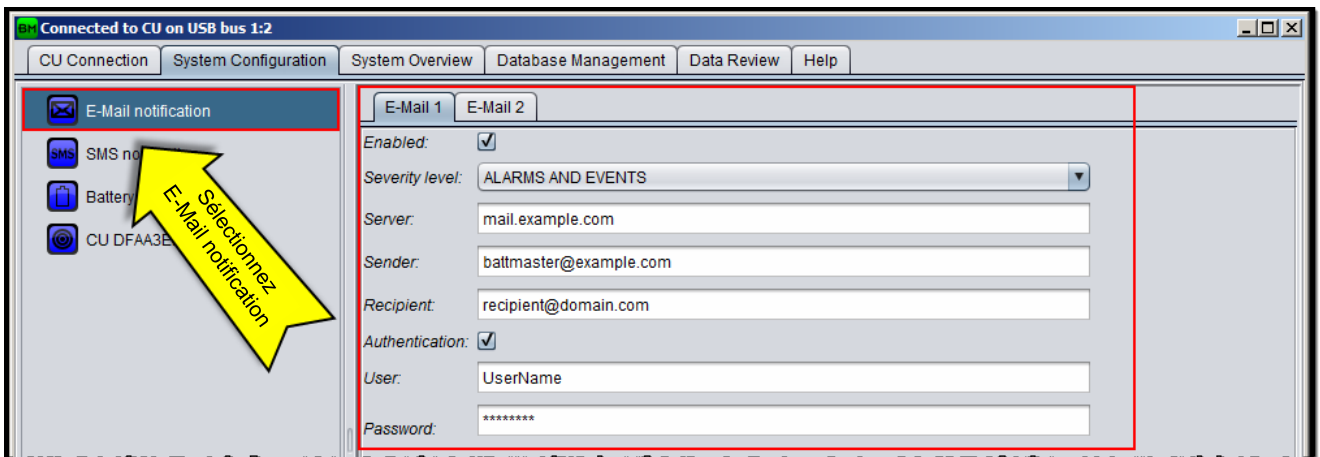

Figure 21 : Configuration d'E-Mail notification
6. Sélectionnez E-Mail notification (Notification par e-mail) comme illustré à la Figure 21.